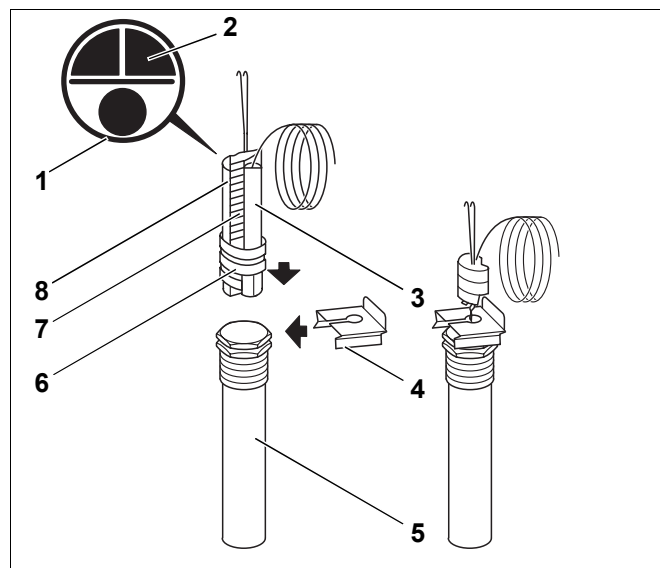

Fig. 1 Montaje de sondas de inmersión
- Introducir la unidad de sonda de inmersión (Fig. 1, Pos. 1) hasta el tope en el manguito de inmersión (Fig. 1, Pos. 5).
La espiral de material sintético (Fig. 1, Pos. 6) - para mantener juntas las sondas se empuja automáticamente hacia atrás al introducir éstas últimas.
El muelle de compensación (Fig. 1, Pos. 7) y los elementos ciegos (Fig. 1, Pos. 2 y 8) se tienen que introducir igualmente en el manguito de inmersión. Sirven para apretar las sondas de temperatura contra la pared del manguito de inmersión para mejorar la transmisión térmica.
- Deslizar el seguro de la sonda (Fig. 1, Pos. 4) desde un lado sobre la cabeza del manguito de inmersión. De este modo, las sondas quedan aseguradas para que no puedan deslizarse fuera.
En este caso se utiliza únicamente el sensor (Fig. 1, Pos. 3 y Fig. 2, Pos. 1) de la unidad de sonda de inmersión (Fig. 1, Pos. 1) suministrada; el muelle de compensación y los elementos ciegos no se necesitan.